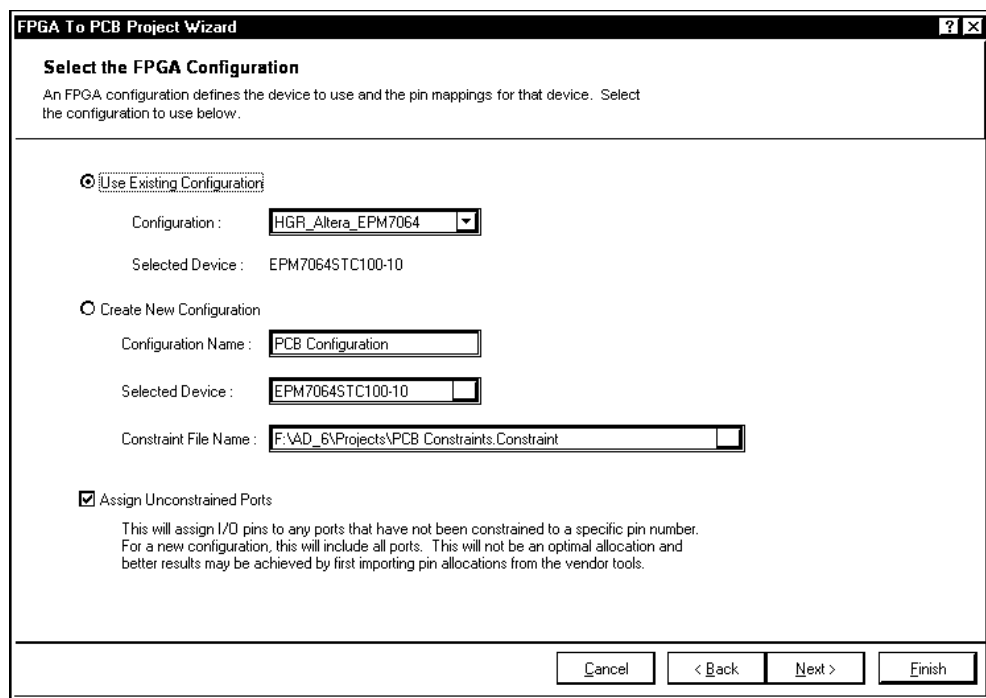

Рис. 8.1. Окно мастера объединения проектов
1. В среде открытого схемного документа FPGA-проекта выполнить команду главного меню **Tools | FPGA to PCB Project Wizard** и щелчком мышью на кнопке **Next** перейти на страницу определения конфигурации проекта (рис. 8.1).
- Аналогично предыдущему случаю, автоматическую привязку портов логической схемы проекта к выводам выбранной ПЛИС можно выполнить в среде "мастера" щелчком на кнопке **Assign Unconstrained Ports** (см. рис. 8.1). Если привязка ранее не назначалась, операция затронет все порты логической схемы. Если же привязки назначены, активизировать данную функцию *не следует*, поскольку при ее выполнении программа игнорирует привязки индивидуальных линий, собранных в шинные порты, и добавляет в группы файла привязок свои назначения, не удаляя исходные. В результате в группах привязки шинных портов оказываются два одноименных поля `FPGA_PINNUM` с разными назначениями контактов ПЛИС. Кроме того, порт входного тактового сигнала назначается не на предопределенный вывод глобального тактового сигнала ПЛИС, а на один из пользовательских контактов. Все это нарушает первоначальный замысел автора разработки и приводит к ошибкам компиляции проекта.